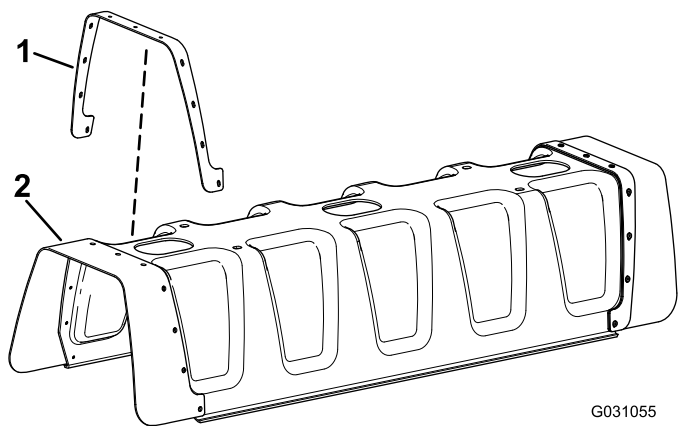

Bild 3
2. Fluchten Sie die Löcher an der Verstärkungsplatte mit den Löchern an der Gummiabdeckung aus (Bild 3).